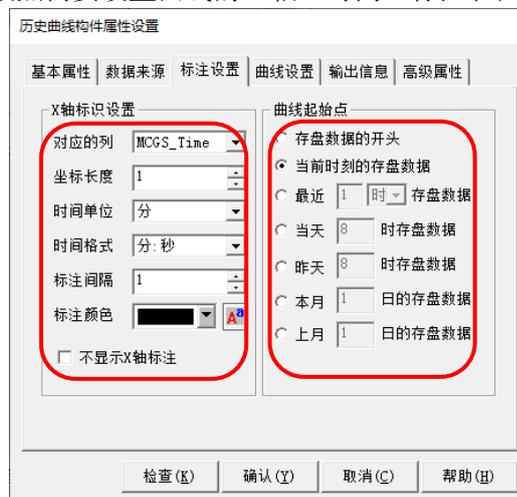

图 5.2-11 标注设置
- ④ 标注设置：如图 5.2-11，按照需要设置曲线的 X 轴（时间）标注和曲线的起始点。